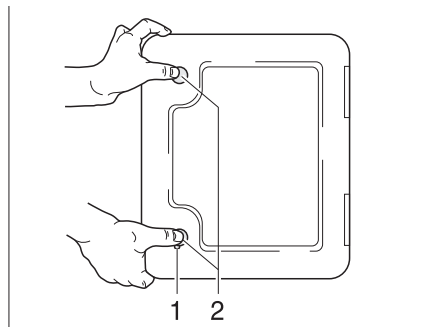

Fig. 145 Portillon pour la toilette à cassette
- Ouvrir le portillon pour la cassette à l'extérieur du véhicule. Insérer pour cela la clé dans le barillet du verrou de pression (Fig. 145,1) et la tourner d'un quart de tour.
- Appuyer du pouce et simultanément sur les deux verrous de pression (Fig. 145,2) et ouvrir le portillon pour la cassette.